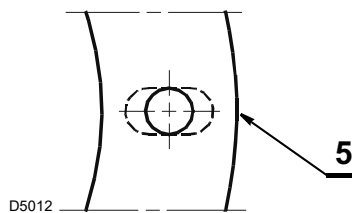

Fig. 10
- dersom det er nødvendig må hullene til den isolerende skjermen gjøres større 5)(Fig. 10), vær forsiktig slik at den ikke skades.